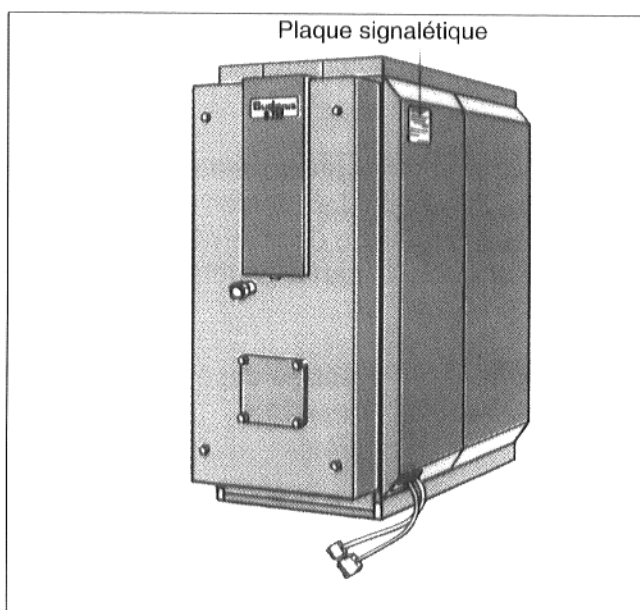

Fig. 20 Vue d'ensemble
- Fixer la plaque signalétique sur le parement supérieur de la porte (Fig. 20).
- Fixer la deuxième plaque signalétique sur la face latérale de la chaudière (Fig. 20).